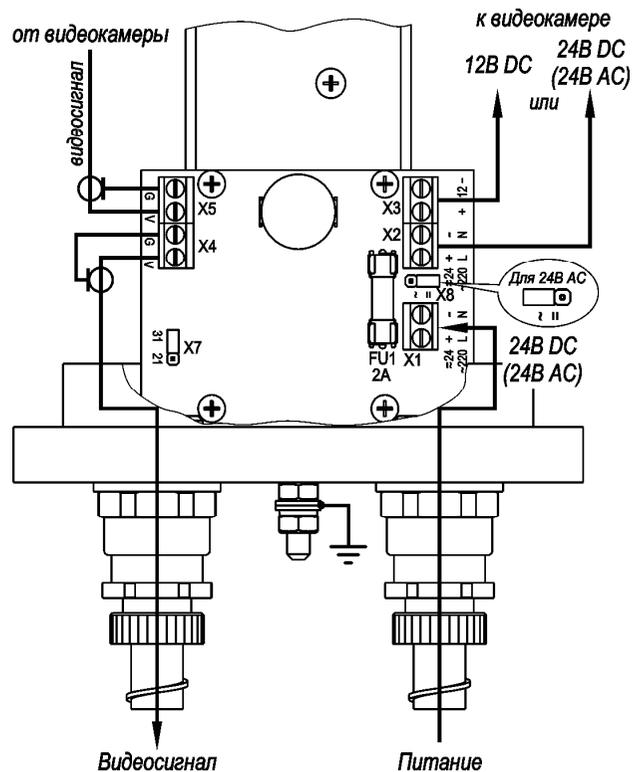

Рис.2 Подключение ТГБ-4Г-24/12(24); ~24/12(~24)
4. Подсоединить видеокамеру к контактам платы коммутации в соответствии со схемой подключения (рис.2, 3 или 4).
5. Ввести через гермовводы внешние кабели (кабель видео и кабель питания) и подключить их к плате коммутации (рис.2 или 3).
- Х7 в положение «31» - мощность обогрева 31 Вт, для изменения мощности на 21 Вт джампер Х7 необходимо переставить в положение «21» (см. рис.2 и 3);
- для ТГБ-4Г- 24/12(24); ~24/12(~24) предприятием изготовителем джампер Х8 установлен в положение «=» – напряжение питания 24В DC, для питания гермобокса переменным напряжением 24В необходимо переставить джампер Х8 в положение «~» (см. рис.2).